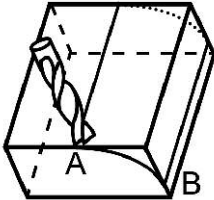

Abbildung 5.4.2
**Exemple 2 :** L'arc AB illustré à la figure 5.4.2 doit être usiné à partir du point A (point de départ).